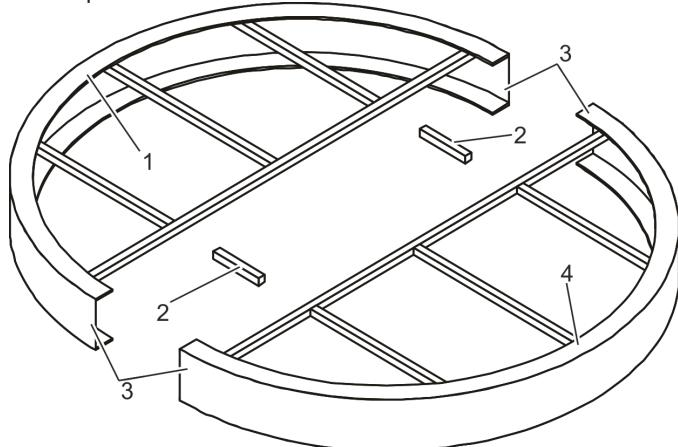
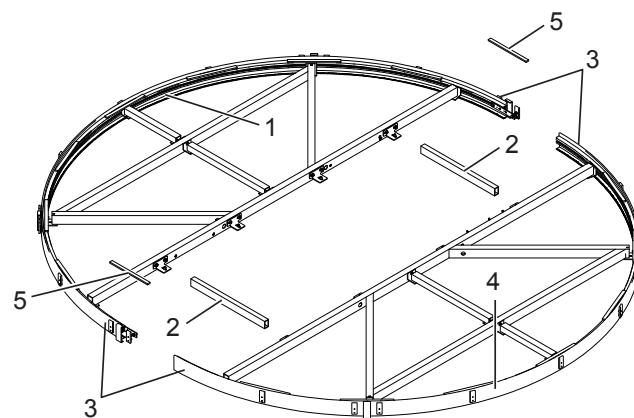

Рис. 40 Конструкция потолка (пример)
Рис. 41 Конструкция потолка с высотой канопе 100 мм и приводом KT FLEX Direct
22. Соединить половины потолка (рис. 40/1 + 4 и рис. 41/1 + 4) с помощью 2 кронштейнов (рис. 40/2 и рис. 41/2) в центре.
23. Выровнять обе соединительные скобы в первой половине потолка на концах (рис. 40/3 и рис. 41/3) обеих половин потолка.
24. Закрепить прокладки (рис. 41/5) после соединения половин потолка (с помощью набора 9501900275800). Использовать подходящее kleящее вещество для конструкции.